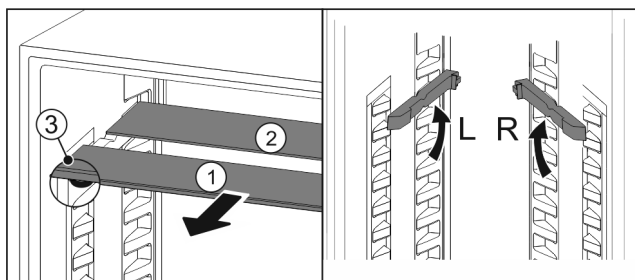

Fig. 133
- ▶ Extrageți Fig. 133 (1) pe rând plăcile de sticlă spre înainte.
- ▶ Placa de sticlă Fig. 133 (1) cu șipca decorativă se află în față.
- ▶ Opritoarele Fig. 133 (3) indică în jos.